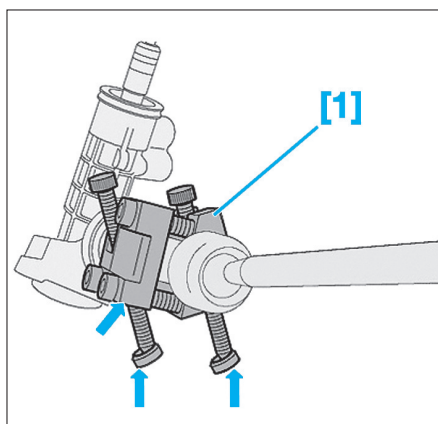

Fig. 13
- Mettre en place l'outil [1] sur la crémaillère, la plaque de l'outil côté denture et les appuis rotulés en partie basse (côté berceau) (Fig.13).